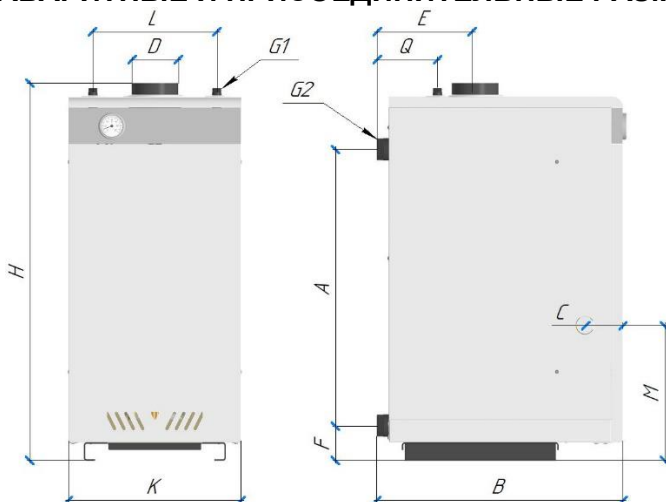
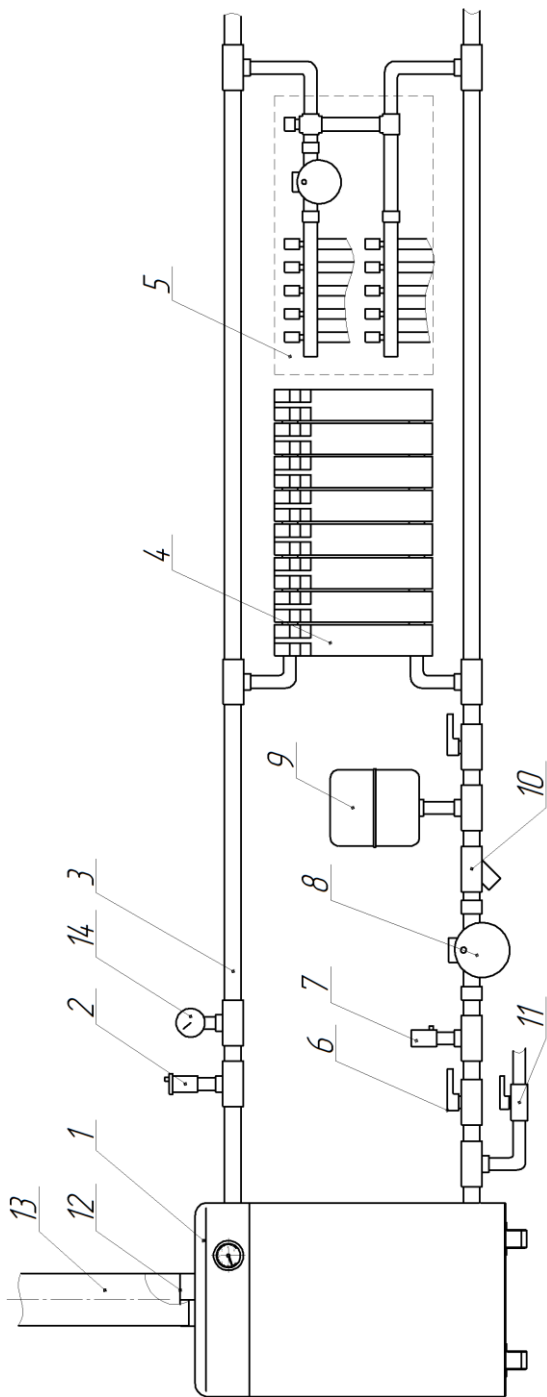
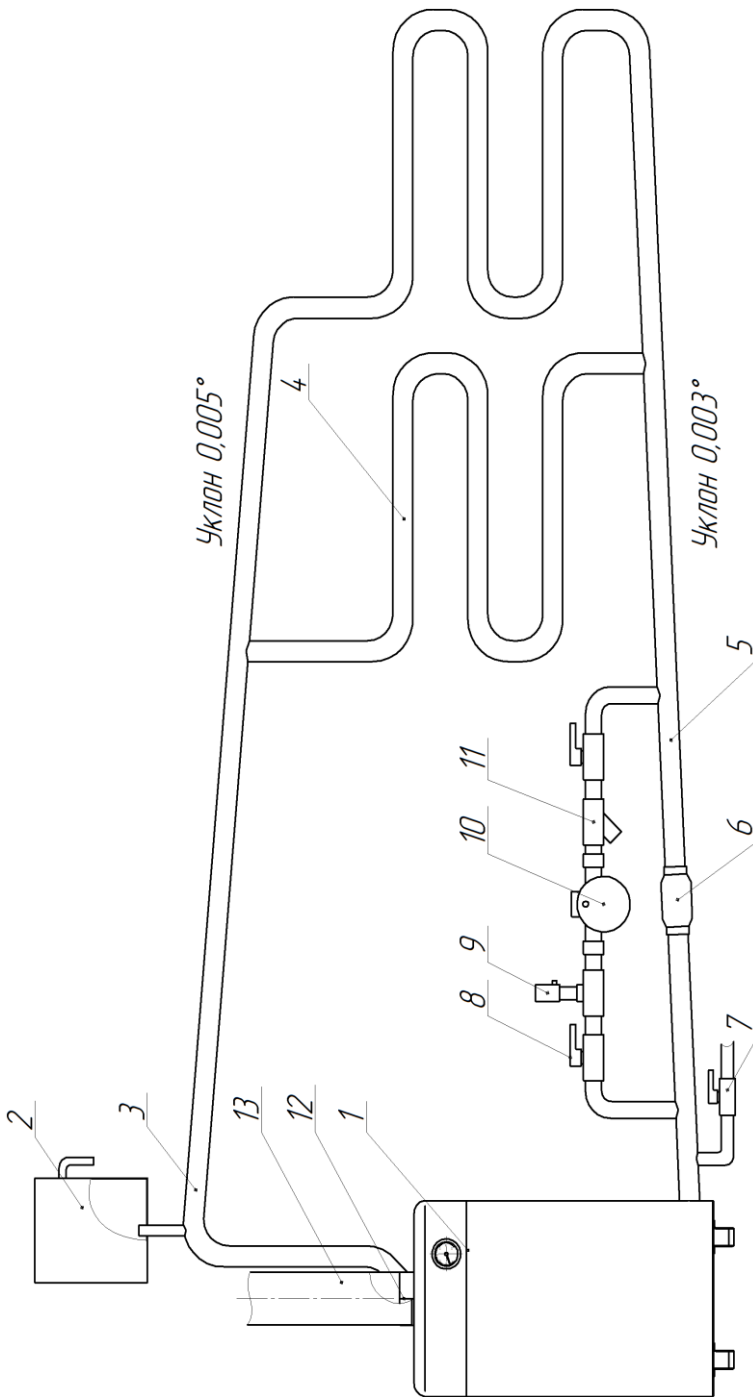

Рис. 3 Габаритные размеры котла
Рис.4 Рекомендуемая схема закрытой системы отопления
Рис.5 Рекомендуемая схема открытой системы отопления
- 8.4. Система должна быть полностью заполнена теплоносителем, автоматический вывод воздуха происходит по средствам воздушного клапана (поз.2 рис.4), вывод воздуха из радиаторов отопления (поз.4 рис.4) осуществляется вручную при заполнении системы и перед началом отопительного сезона. В открытой системе отопления вывод воздуха происходит через расширительный бак (поз.2 рис.5).
- 8.5. Смесительно-распределительный узел системы «теплый пол» (поз.5 рис.4) позволит более четко контролировать температуру теплоносителя во всех ветках системы.
- 8.6. Подготовка циркуляционного насоса (поз.8 рис.4; поз.10 рис.5) к работе и его техническое обслуживание:
- 8.7. При работе системы отопления краны (поз.6 рис.4) на трубопроводе должны быть открыты.
- 8.8. В обратный трубопровод отопления присоединяется расширительный бак закрытого типа (поз.9 рис.3). Подбор расширительного бака необходимо вести с учетом объема теплоносителя в котле плюс в отопительной системе, принять бак объемом не менее 10% от этой суммы. Установку бака открытого типа (поз.2 рис.5) рекомендуется осуществлять в подающий трубопровод.
- 8.9. Обязательно в закрытую систему установить предохранительный клапан (поз.7 рис.4) с величиной срабатывания не более 0,2 МПа и манометр (поз.14 рис.4), допускается установка компонентов в составе группы безопасности.
- 8.10. Для заполнения и подпитки системы к обратному трубопроводу подвести трубопровод от водопровода холодной воды с установкой вентиля (поз.11 рис.4; поз.7 рис.5).
- 8.11. При первом заполнении системы по показанию манометра (поз.14 рис.4) наберите давление 0,05-0,1 МПа, при работе и
нагреве котла это число возрастет. При заполнении открытой системы следите за уровнем теплоносителя в расширительном баке (поз.2 рис.5), уровень должен составлять 1/3 объема бака, при нагреве уровень увеличится.
Примечание: Автоматический переход с принудительной на естественную циркуляцию теплоносителя произойдет в случае установки под байпас обратного клапана (поз.6 рис.5), если установлен вентиль, то переход осуществляется открытием вентиля.
- 9.1. При присоединении дымоотводящего канала к котлу, труба (поз.13 рис.4) должна плотно одеваться на обечайку (поз.12 рис.4) дымохода котла. Допускается уплотнить щель огнестойким материалом (глина, базальтовый картон и т.п).